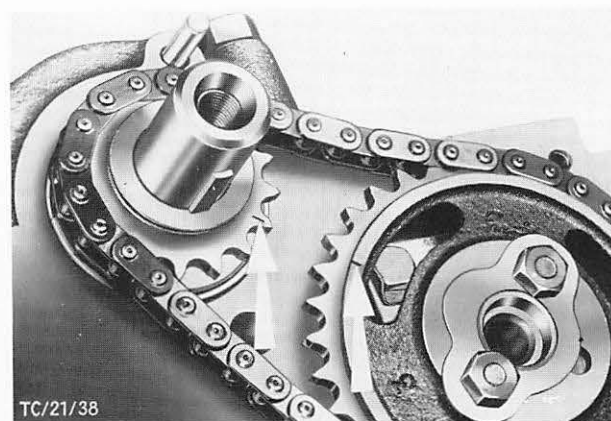

Abb. 59 Markierungen – Kettenräder
42. Nockenwellen-Kettenrad mit Steuerkette anbauen, darauf achten, daß die Markierungen der Kettenräder, Abb. 59, gegeneinander stehen. Schrauben mit vorgeschriebenem Drehmoment festdrehen und sichern.
50. Kolbenringe mit handelsüblichem Werkzeug (Spannband) zusammenziehen, Abb. 59. Kolben mit einem Hammerstiel in die Zylinder drücken, dabei die Pleuel mit der Hand auf die Pleuelzapfen führen.